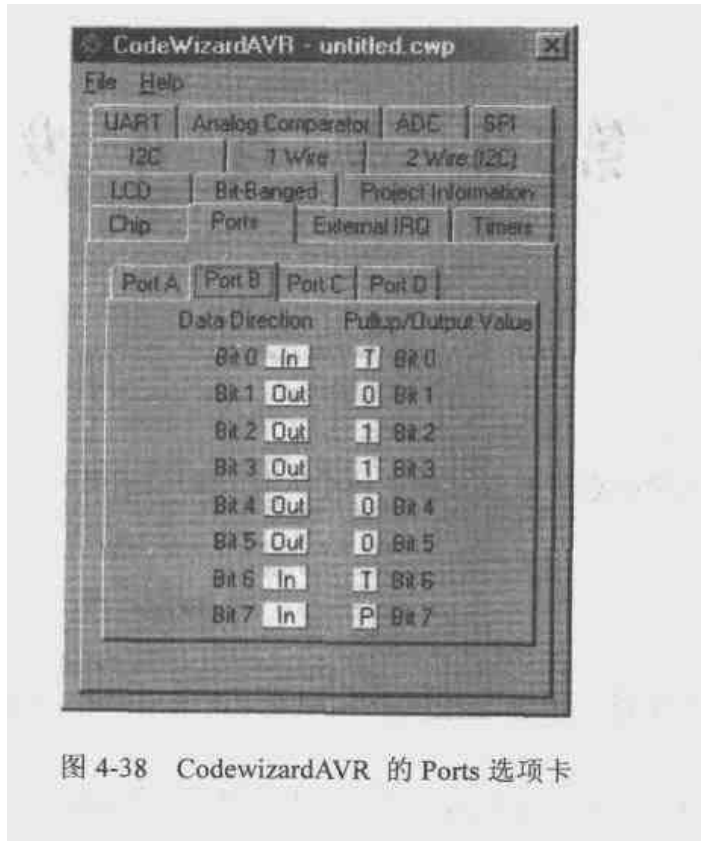

图 4-38 CodewizardAVR 的 Ports 选项卡
5. 将下面这段由图 4-38 中 CodeWizardAVR 的 Ports 选项卡为端口 B 生成的初始化代码补充完整(4.7 节)。